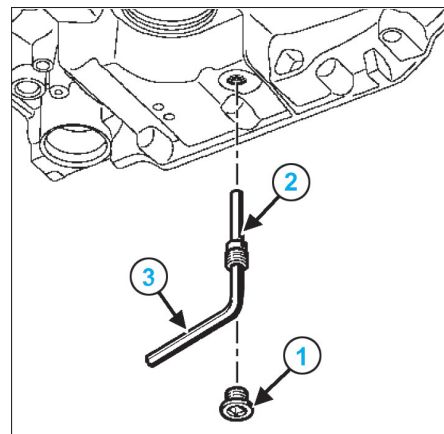

FIG. 14
- Déposer le bouchon de vidange (1) puis le bouchon de vidange (2) (clé 6 pans de 8 mm (3)) et laisser s'écouler l'huile (fig. 14).
- Déposer le bouchon de contrôle du niveau (1) lorsque la température est de  $60 \pm 1$  °C et observer l'écoulement de l'huile (fig. 14) :
- goutte à goutte ou rien (ou quantité inférieure à 0,1 l) : reposer le bouchon de contrôle du niveau (1) (fig. 14), arrêter le moteur et laisser refroidir la transmission automatique, puis ajouter 0,5 litre d'huile neuve supplémentaire dans la transmission. Reprendre le contrôle jusqu'à obtenir satisfaction.